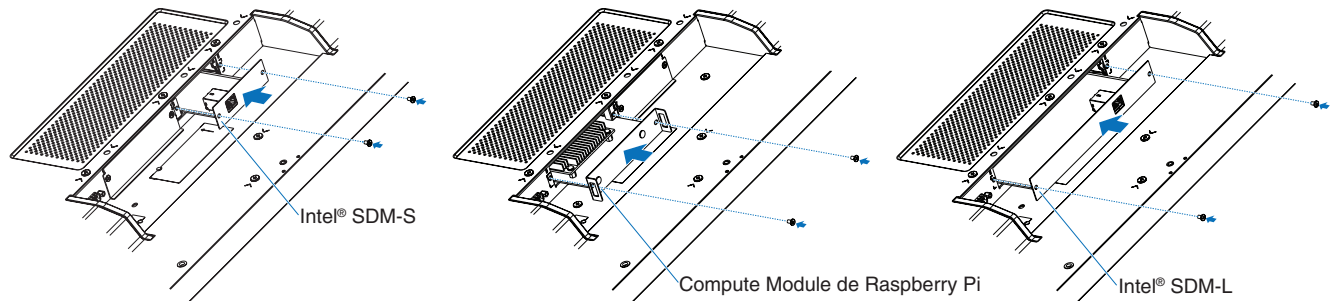

Figura 2
4. Inserte la placa opcional en el monitor y sujétela en su sitio con los tornillos que ha extraído (Figura 2). (Fuerza de sujeción recomendada: 50 - 80 N•cm.)